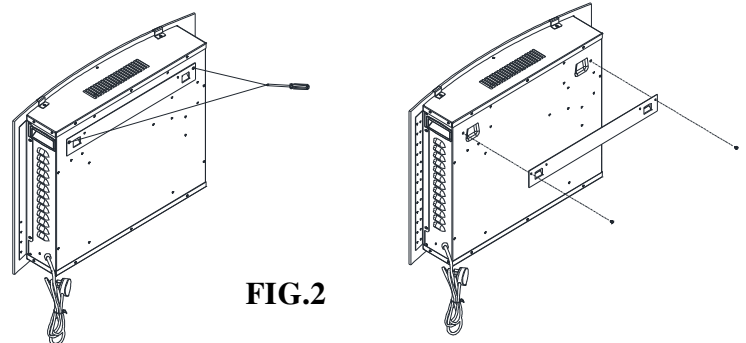

FIG.2
3. Utilizzare un cacciavite (non in dotazione) per rimuovere le due viti e rimuovere il gancio (fig. 2).